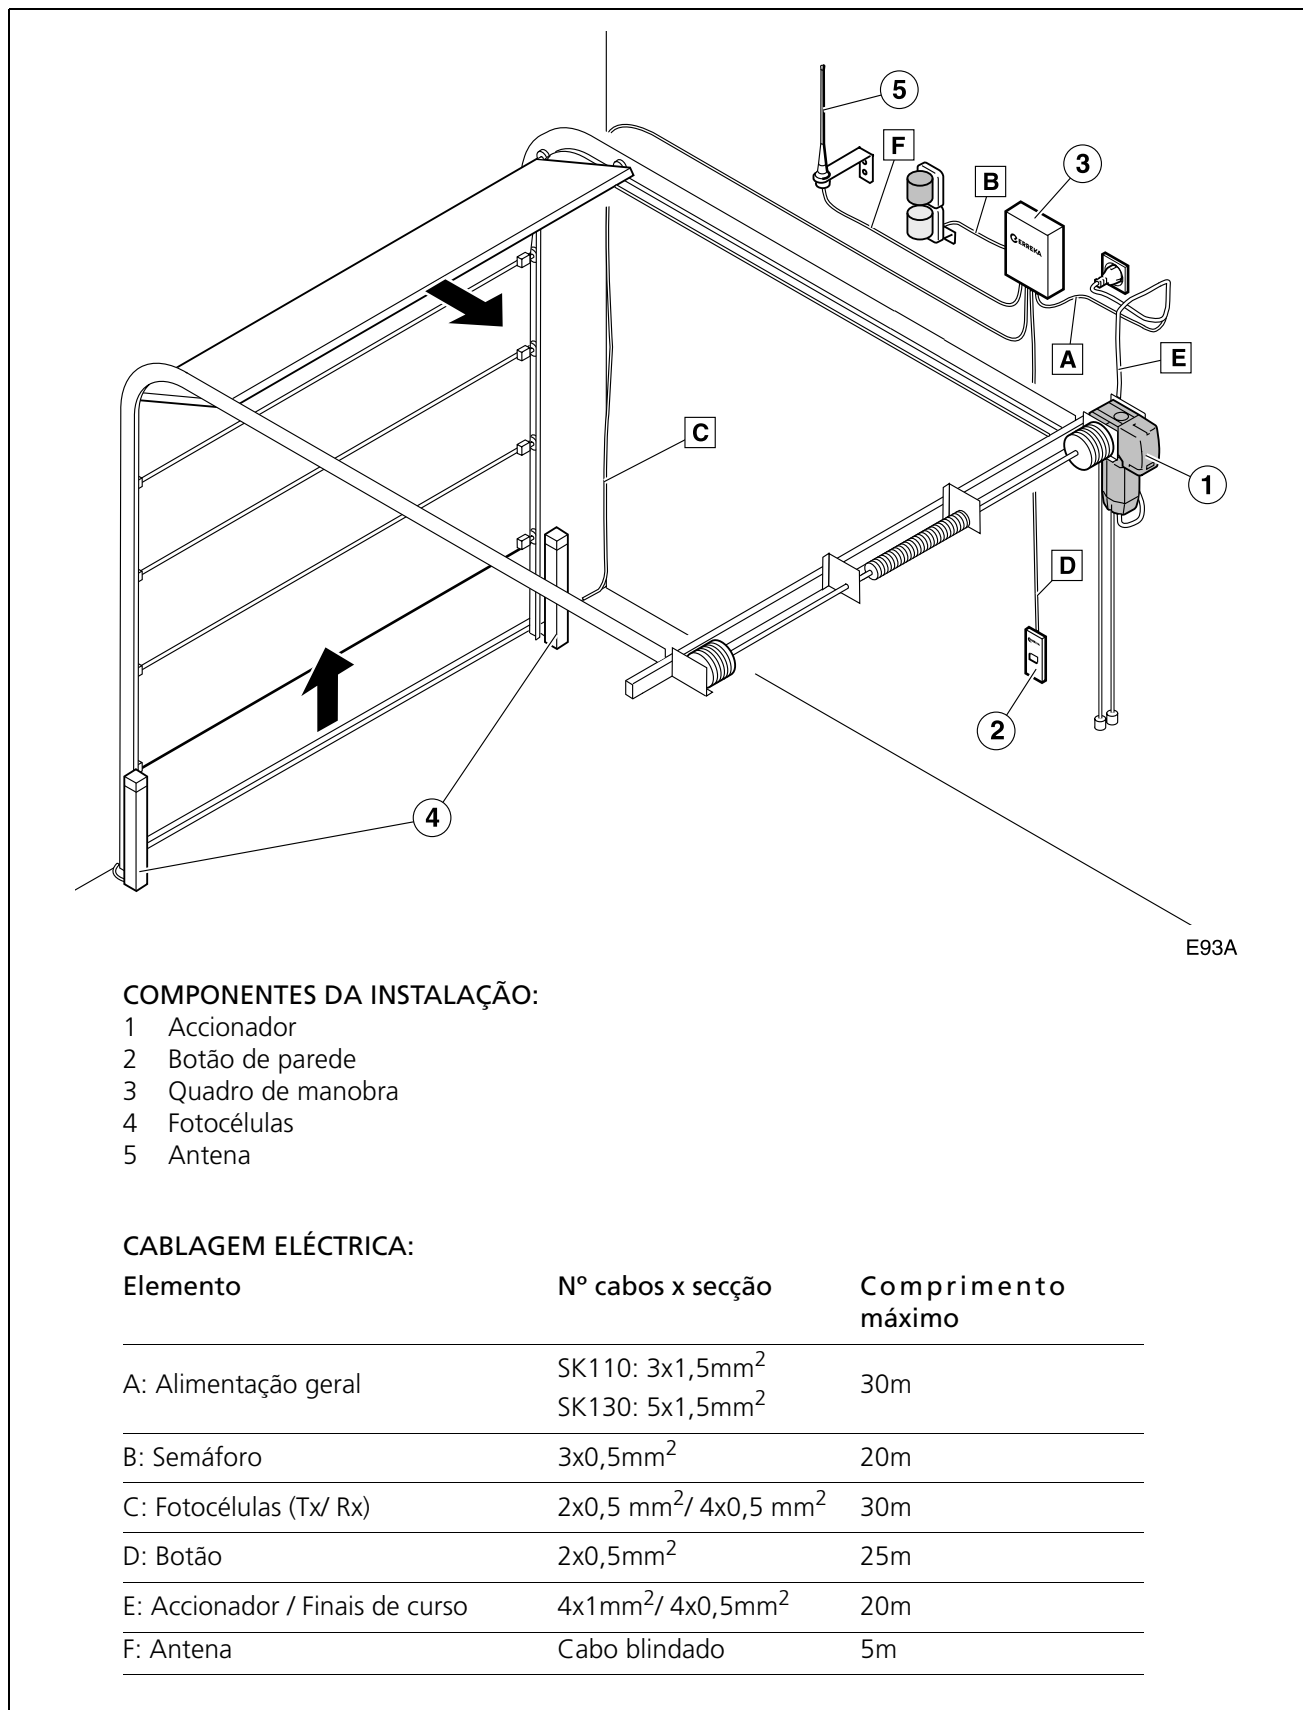

Fig. 1 Elementos da instalação completa
Para mais informação, consulte "Fig. 1 Elementos da instalação completa" na página 39.
- ☞ A secção dos cabos eléctricos está indicada em: "Fig. 1 Elementos da instalação completa" na página 39.